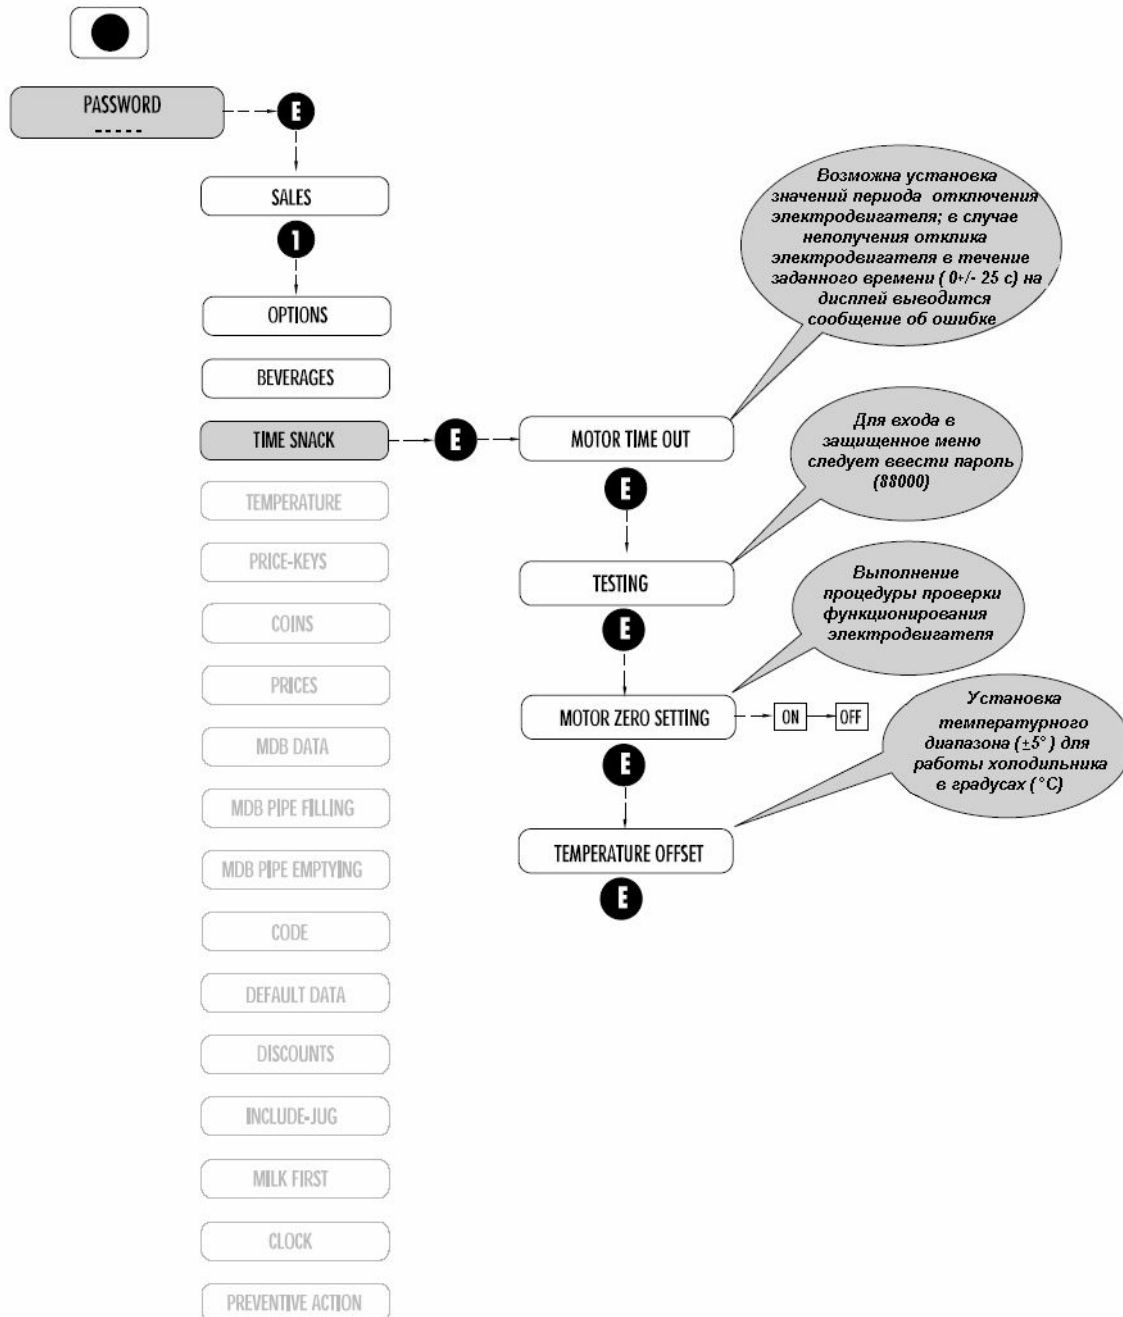

Рис. 7.7
7.2.4 СОВМЕСТНАЯ РАБОТА со вспомогательным торговым автоматом VEGA типа SNACK (по интерфейсу Master/Slave) (Рис. 7.7)